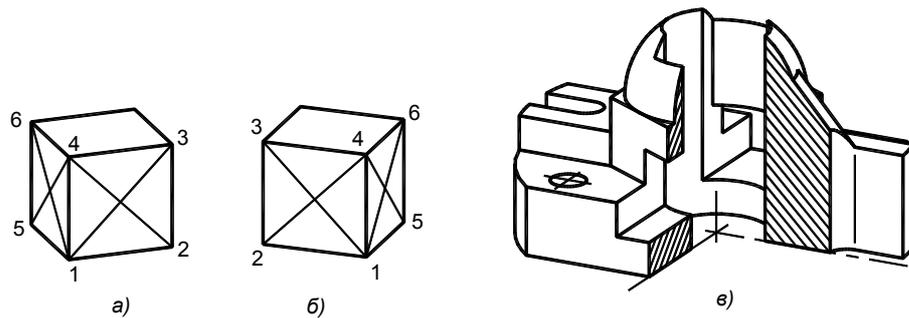

Рис. 3.10. Ортогональная диметрия: *a, б* — варианты проекции с различным направлением оси X; *в* — проекция модели с разрезом
**Ортогональная диметрия** — это аксонометрическая проекция, в которой размеры модели по двум аксонометрическим осям уменьшаются в равной мере, а по третьей — уменьшаются вдвое по сравнению с первыми двумя. На рис. 3.10 *a, б* показан куб в двух вариантах ортогональной диметрии. Длины отрезков 1-2 и 1-4 равны между собой, длина отрезка 1-5 вдвое меньше каждого из предыдущих. Данная проекция более наглядна, чем ортогональная изометрия.
на левой диаграмме задайте угол, равный 250° или 290°, это приведет соответственно к варианту *a* или *б* (см. рис. 3.10);
На рис. 3.2 приведена ортогональная диметрия модели, соответствующая углу  $250^\circ$ , на рис. 3.10, *в* — углу  $290^\circ$ .
Для передачи внутренней формы модели аксонометрическое изображение выполняют с пространственным разрезом, например, удалением ближней к наблюдателю четверти модели (рис. 3.10, *в*). Поскольку разрез приводит к изменению пространственной модели, то перед его выполнением модель рекомендуется сохранить, например, как копию модели или копию файла. Для удаления части модели применим команду SLICE:
- установите ПСК по плоскости основания модели, направив ось *X* вдоль основания. Начало координат поместите в точку, задающую пересечение секущих плоскостей. На рис. 3.10, *в* — это центр вертикального отверстия.
Наглядность аксонометрического изображения требует передать штриховку с учетом ее искажений, возникающих при проецировании модели на плоскость проекции. Чтобы определить угол и шаг штриховки для произвольной аксонометрической проекции, достаточно построить в пространстве модели куб, расположив его грани параллельно осям МСК, затем перейти на лист и с объектной привязкой провести диагонали куба (рис. 3.10, а, б). Командой `LIST` определить списки данных диагональных отрезков. Угол наклона отрезка 1-3 соответствует наклону штриховки во фронтальной плоскости сечения, а отрезка 1-6 — в профильной. Отношение длины диагонали 2-4 к длине диагонали 4-5 покажет, во сколько раз штриховка в профильной плоскости плотнее, чем во фронтальной.
В *ортогональной диметрии* по варианту, показанному на рис. 3.10, а и на чертеже модели (см. рис. 3.2), наклон штриховки во фронтальной плоскости  $48^\circ$ , в профильной  $105^\circ$ . По варианту, показанному на рис. 3.10, б, в наклон во фронтальной плоскости  $132^\circ$ , в профильной  $75^\circ$ . В обоих вариантах штриховка в профильной плоскости плотнее, чем во фронтальной, в 1.77 раза. Например, задав шаг штриховки во фронтальной плоскости равным 2.5 мм, в профильной плоскости его нужно задать 1.4 мм.